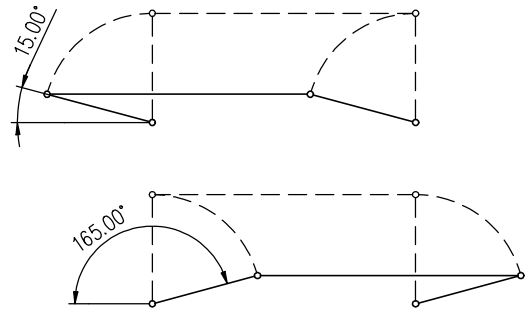

Рис. 1
#### Механическое присоединение рычажное (рис. 1)
- При сборке рычажного механизма следите затем чтобы угол между рычагом и тягой не был меньше  $15^\circ$  и больше  $165^\circ$ . (Рис.1)